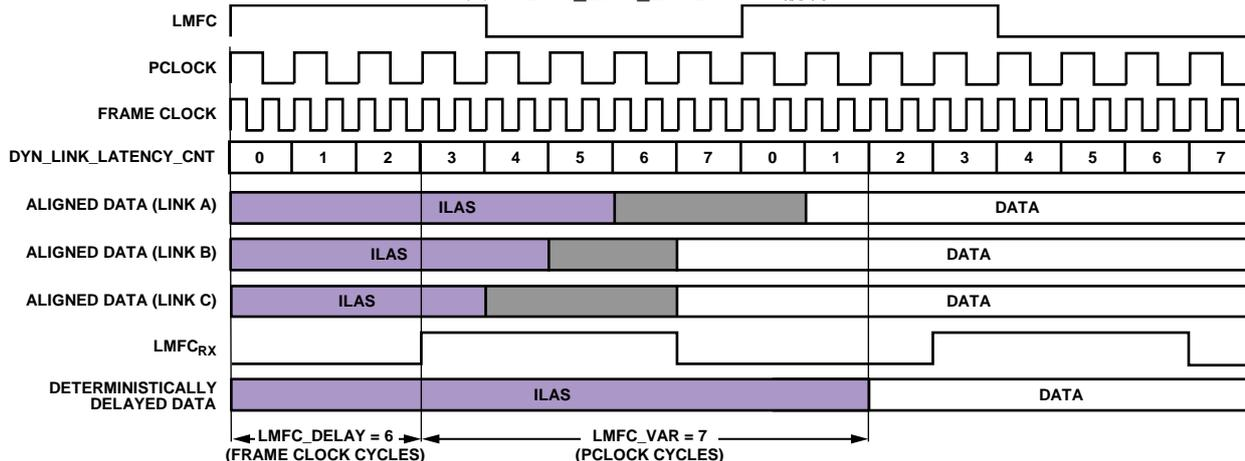

図 50. マルチリンク同期の設定、計算方法の例
図 50 に、DYN\_LINK\_LATENCY\_x (レジスタ 0x302 とレジスタ 0x303)が LMFCRX と、ILAS から最初のデータ・サンプルへの変化との間の遅延 (PClock サイクル数)を示すリードバック値を得る方法を示します。電源サイクルを繰り返してこの測定を行うことにより、各電源サイクルで求められた最小遅延と最大遅延を求めて、LMFCVar と LMFCDel の計算に使用することができます。
図 50 に示す例は、既知の遅延情報がない場合のセクションで説明した手順に従い、次のステップで行います。この例は Subclass 1 でデータミニスティック・レイテンシを実現するもので、PClockFactor (FrameClockRate/PClkRate)=2 と、K=16 を使用しており、したがって PClocksPerMF = 8 であることに注意してください。
1. 図 50 で、リンク A、リンク B、リンク C に対して、AD9144 (トランスミッタを含む)を内蔵するシステムが電源サイクルを繰り返し、20 回設定されます。AD9144 は、デバイスのセットアップ・ガイドの説明のように設定されます。このポイントで LMFCDel と LMFCVar を求めます。LMFCDel には 0 が設定され、DYN\_LINK\_LATENCY\_x は、Link 0 と Link 1 のそれぞれレジスタ 0x302 とレジスタ 0x303 から読出されます。20 回の動作でのリンク遅延の変動を図 50 に灰色で示します。